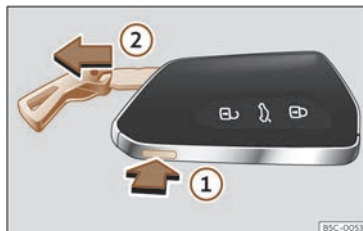

Fig. 72 Cheia cu telecomandă: scoateți lama cheii.
- Apăsați butonul >>> **fig. 72 ①** pentru a scoate inelul de pe cheie și scoateți lama cheii **②**. Apăsarea ușoară pe inel îl lasă fixat ca telecomandă.
- Apăsați butonul >>> **fig. 72 ①** pentru descuiere. Apăsați și mențineți butonul **①** și în același timp trageți de inel în direcția săgeții >>> **fig. 72 ②** pentru a scoate complet lama cheii.